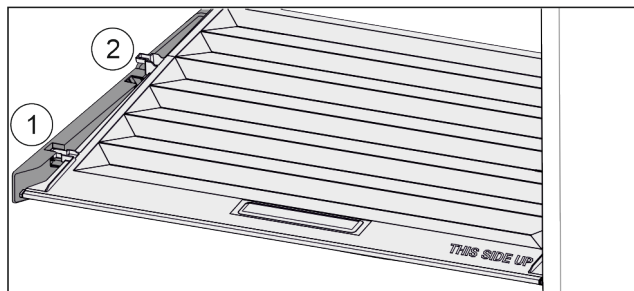

Fig. 124
- ▶ Vytáhněte víko dopředu až k otvoru v přídržných dílech Fig. 124 (1).
- ▶ Vzadu zespodu nadzvedněte a vyjměte směrem nahoru Fig. 124 (2).